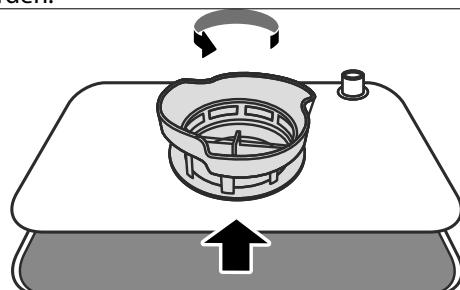

Abb. 19 – Feinfilter lösen
- ▶ Um das Filtersystem zu entnehmen, drehen Sie den Feinfilter entgegen den Uhrzeigersinn (siehe Abb. 19).